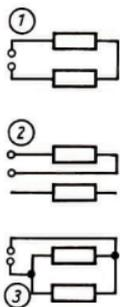

Bild 36
- 7.10 Ein elektrisches Heizgerät besitzt 3 Schaltstufen (Bild 36). An 220 V angeschlossen, fließt bei Schaltstufe 3 ein Strom von 10 A . Beide Widerstände sind gleich. Berechnen Sie die Heizleistung der einzelnen Schaltstufen.